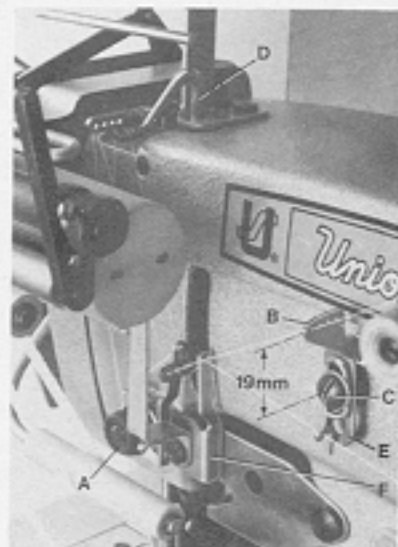

Fig. 49
Thread the machine (see Fig. 6). Set the tension for the needle threads to produce uniform stitches on the undersurface of the fabric. The tension applied to the looper thread should be very slight and just sufficient to steady the thread. The tension applied to the spreader thread on pretension (A, Fig. 49) on bed above the needle holder should be half as strong as the tension applied right on the thread tension assembly.
Set the needle thread frame eyelet (B, Fig. 49) 19 mm (3/4 in.) above the center of mounting screw (C). Lower it for more needle thread, raise it for less needle thread in the stitch.
Fädeln Sie die Maschine ein (siehe Fig. 6). Stellen Sie die Spannung für die Nadelfäden so ein, daß auf der Unterseite des Stoffes ein gleichmäßiger Stich gebildet wird. Stellen Sie die Greiferfadenspannung gerade so stark ein, daß der Faden ganz leicht gespannt ist und gleichmäßig abläuft. Die Spannung für den Legfaden soll an der Vorspannung (A, Fig. 49) am Gehäuse oberhalb des Nadelhalters etwa halb so groß sein wie die Spannung rechts an der Fadenspannung.
Stellen Sie die Nadelführung am Gehäuse (B, Fig. 49) 19 mm hoch zur Mitte der Befestigungsschraube (C) ein. Tieferstellen ergibt mehr, höherstellen weniger Nadelfaden in der Naht.
Set the height of spreader thread pull-off eyelet (F, Fig. 49) to have pulled-off just sufficient thread for an exact stitch formation. Raise the pull-off eyelet for a looser spreader thread and lower it for a tighter spreader thread.
Set spreader thread frame eyelet (F, Fig. 49) so that the spreader thread forms a horizontal straight line between eyelet (E) and pull-off eyelet (F).
Stellen Sie die Legfaden-Abzugsführung (F, Fig. 49) in der Höhe so ein, daß gerade soviel Faden abgezogen wird, wie zur Bildung einer exakten Naht benötigt wird. Höherstellen der Abzugsführung ergibt einen loseren und tieferstellen einen straffer angezogenen Legfaden.
Montieren Sie die Legfadenführung (E, Fig. 49) am Gehäuse so, daß der Legfaden zwischen Führung (E) und Legfaden-Abzugsführung (F) eine waagerechte, gerade Linie bildet.